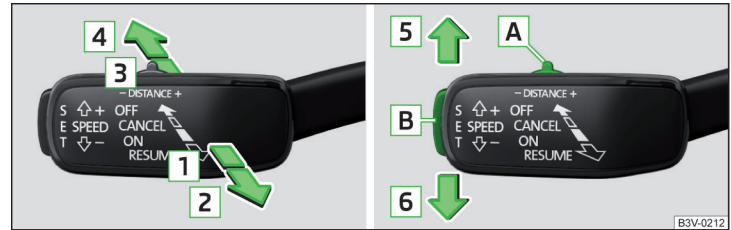

Abb. 280 Bedienelemente des Geschwindigkeitsbegrenzers
» Abb. 280
- ▶ Den ACC-Bedienungshebel in Stellung **ON** stellen » Abb. 280.